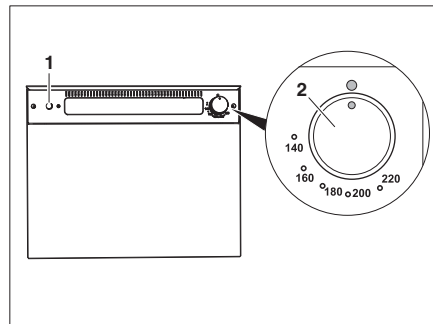

Fig. 262 Horno de gas (Thetford)
- Presionar el regulador giratorio (Fig. 262,2) ligeramente y girarlo hacia la izquierda a una posición cualquiera.
- Presionar el interruptor de encendido (Fig. 262,1) tantas veces como sean necesarias para que arda la llama.
- Girar el regulador giratorio (Fig. 262,2) a "O". La llama se apaga.